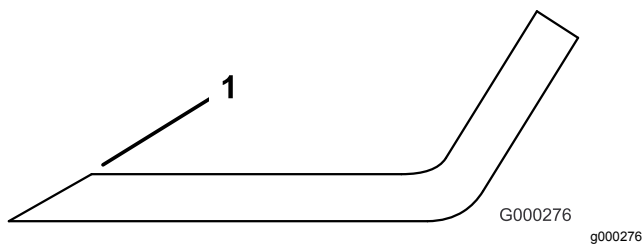

Bild 131
3. Prüfen Sie die Schnittkanten aller Messer und schärfen die Kanten, wenn sie stumpf sind oder Kerben haben (Bild 131).
Hinweis: Schärfen Sie nur die Oberseite der Schnittkante und behalten Sie den ursprünglichen Schnittwinkel bei, um die Schärfe des Messers zu gewährleisten (Bild 131). Das Schnittmesser bleibt ausgewuchtet, wenn von beiden Schnittkanten die gleiche Materialmenge entfernt wird.